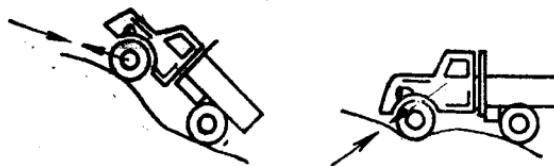

图4 冲击阻力示意图
(5) 冲击阻力 是汽车在凹凸不平的路面行驶时所遇到的阻力。冲击阻力的大小随地面的状况而不同，与汽车的动量成正比，如图4。